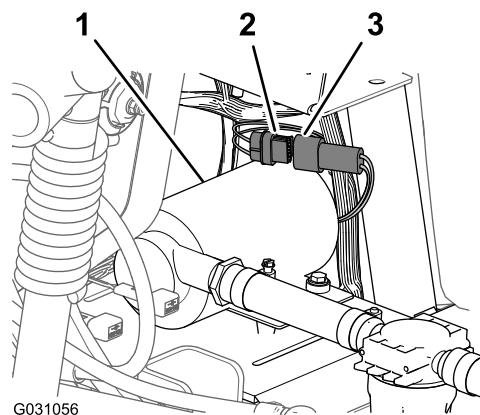

Figura 121
1. Ligue o conector de seis pinos da cablagem da bomba de lavagem do conector de 6 tomadas da cablagem traseira rotulado RINSE PUMP (Figura 121).